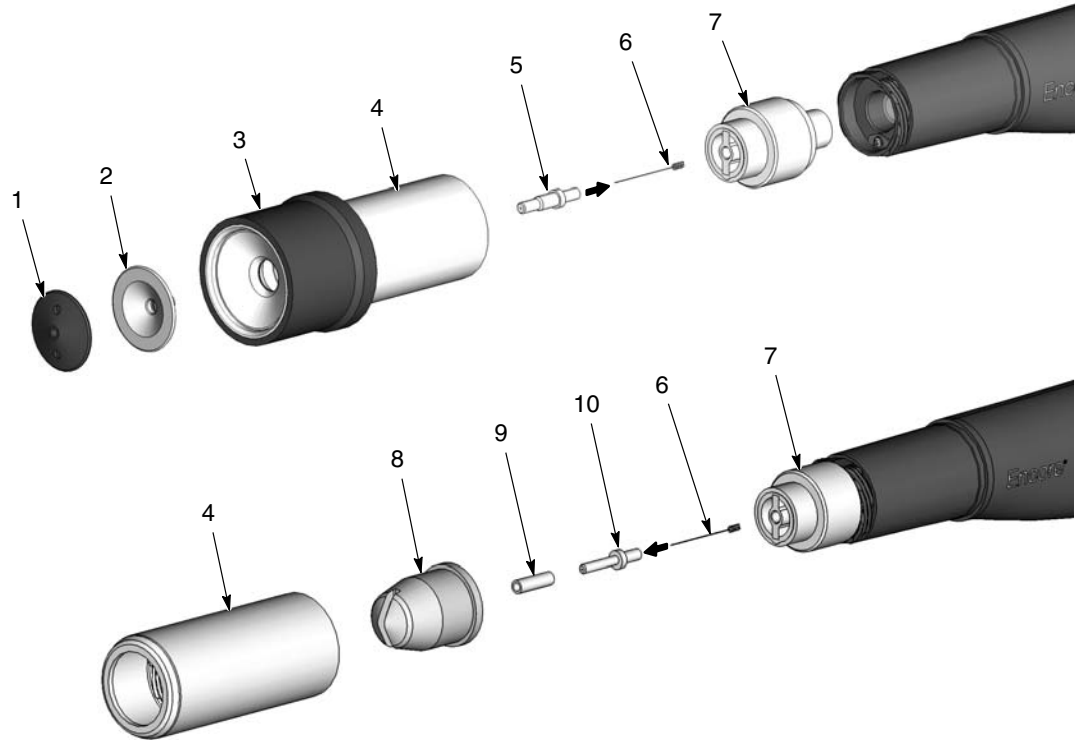

Figura 7 Cambio de boquilla de aplicación cónica a plana o de esquina
Ver la figura 7. Para cambiar de la boquilla cónica estándar a la boquilla de aplicación plana o de esquina, necesitará pedir:
3. Ver la figura 7. Retirar la boquilla de la pistola: